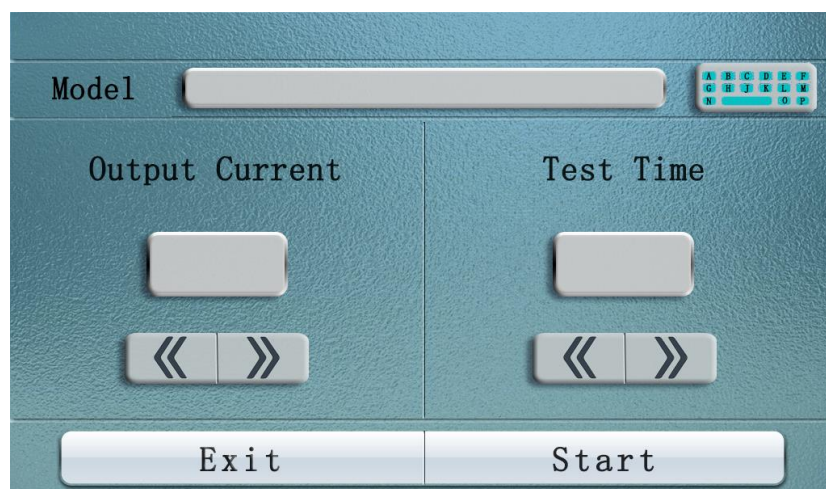

Figura 2
2. Presione "Prueba de datos" para ingresar a la siguiente interfaz, como se muestra en la figura 2
1. Métodos de cableado: como se muestra en la Figura 2, la línea de prueba especial del color rojo al rojo, negro al negro, la línea de corriente más gruesa conectada con los correspondientes tornillos terminales I+, I- firmemente, la línea de alimentación más delgada insertada en los enchufes V + , V -, dos abrazaderas probadas en los extremos del producto.